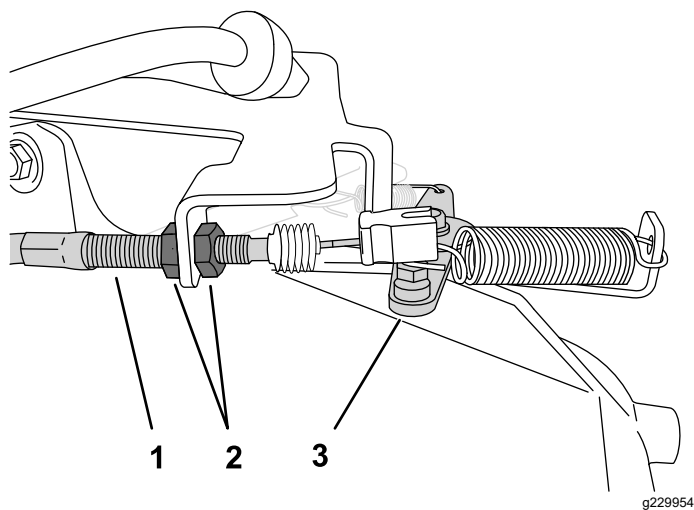

Figura 42
2. No compartimento do cabo do acelerador, desaperte a porca de retenção dianteira e aperte a porta de retenção traseira para aumentar o ralenti baixo Figura 42